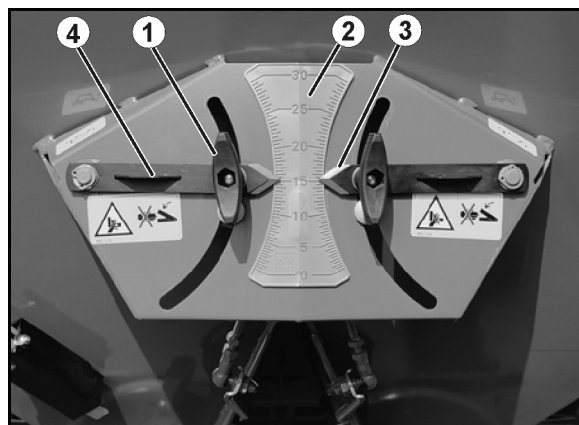

Fig. 60
2. Løsn vingemøtrikken (Fig. 60/1).
3. Find på skalaen (Fig. 60/2) den skalaværdi for spredeindstillingen, som fremgår af spredetabellen, eller er fundet via udsåningsanordningen.
4. Stil aflæsningskanten (Fig. 60/3) til indstillingsgrebet (Fig. 60/4) på denne skalaværdi.
5. Spænd vingemøtrikken (Fig. 60/1) godt.